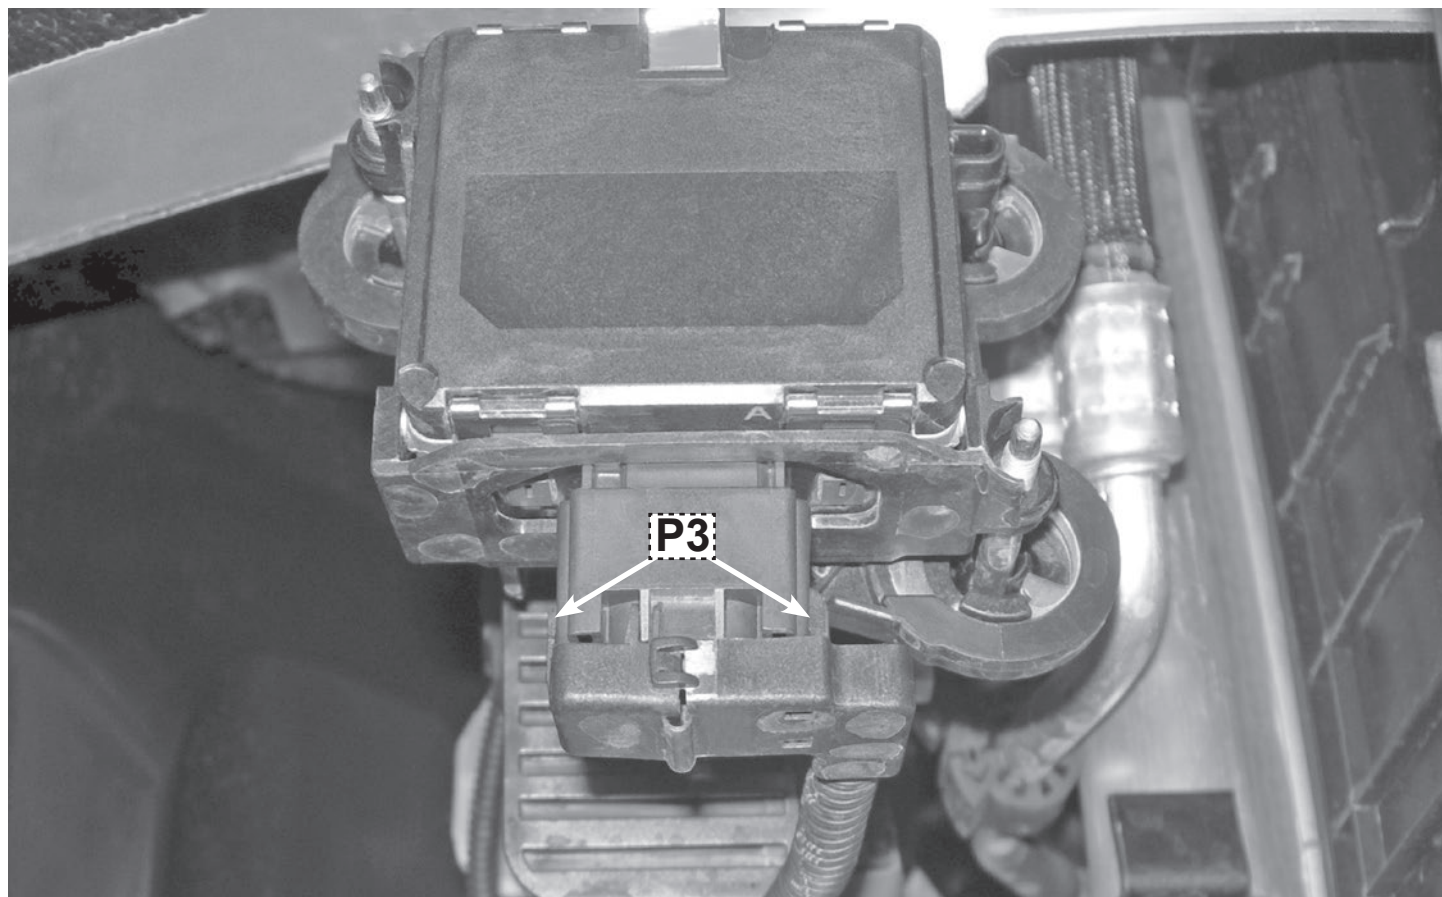

FIGURA 6
- **Nella figura 6** staccare il connettore dall'alloggio del radar (vedi punto **P3**)